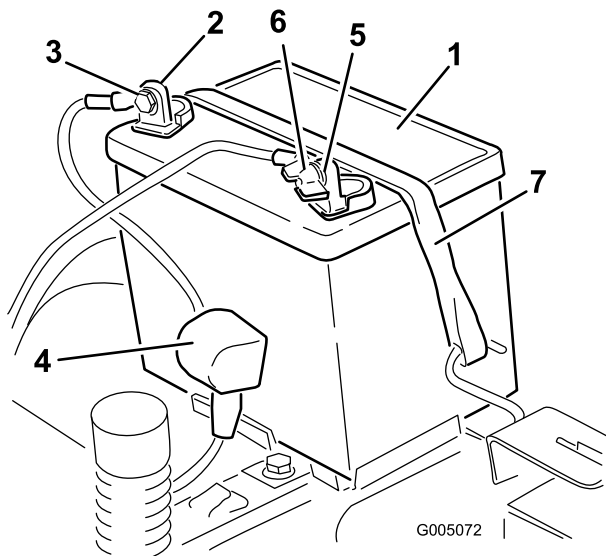

Figura 36
4. Desligue o cabo negativo (preto) do pólo da bateria (Figura 36). Guarde todos os parafusos e porcas.
5. Deslize a cobertura de borracha para cobrir o cabo positivo (vermelho). Desligue o cabo positivo (vermelho) do pólo da bateria (Figura 36). Guarde todos os parafusos e porcas.
6. Retire o suporte da bateria (Figura 36) e levante a bateria para a retirar da respectiva plataforma.
1. Posicione da bateria no tabuleiro (Figura 36).
5. Prenda a bateria ao suporte (Figura 36).